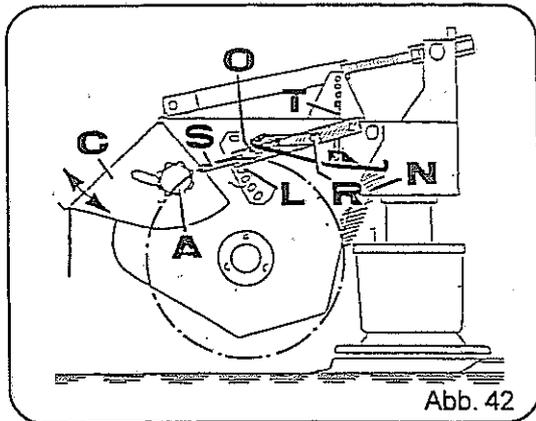

Abb. 42
- Große Knickwirkung = Stellhebel (Pos. S) nach unten (kleinerer Austrittsquerschnitt (Abb. 42, Pos. O).